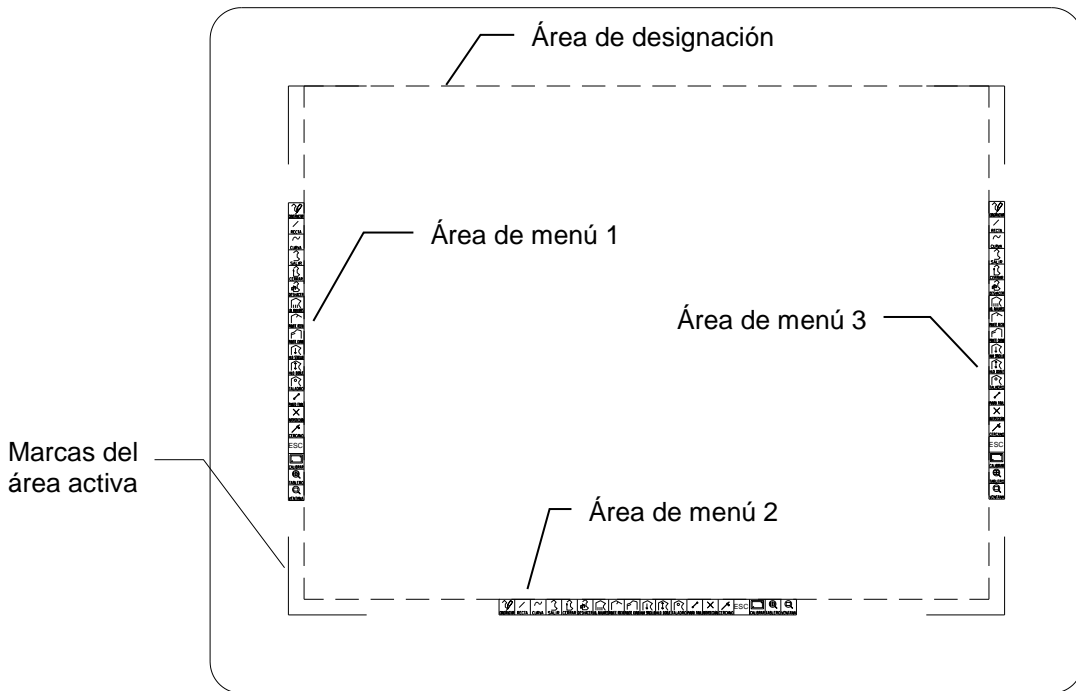

Figura 1.1
1. Pegue en el tablero las tres plantillas de menú tal como se muestra en la **Figura 1.1**. Las plantillas deberán situarse dentro del *área activa* del tablero, justo en el borde de la misma. El área activa de un tablero digitalizador está grabada o impresa sobre el mismo, y es la parte del tablero que recibe las señales del cursor.
2. A continuación deberá marcar sobre el tablero las esquinas inferior izquierda y superior derecha del *área de designación*. Esta área está representada en la **Figura 1.1** con líneas de trazos y es el resultado de restar al área activa del tablero las franjas ocupadas por las áreas de menú.